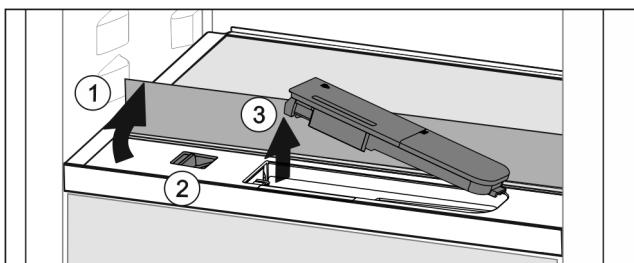

Fig. 74
- Podignite staklenu ploču i otklopite je do graničnika prema natrag Fig. 74 (1).
- Pomaknite Fig. 74 (2) klizač ulijevo.
- Izvadite spremnik za vodu Fig. 74 (3).